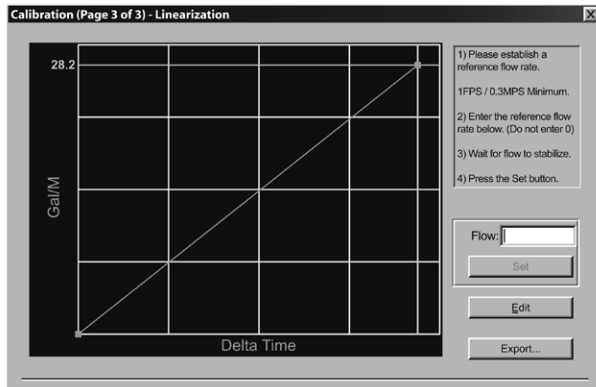

Fig. 15 - Calibration/taratura (pagina 3 di 3)
- 3) Nella schermata che apparirà, cliccare Next per due volte, per aprire la pagina 3 di 3, come illustrato in Fig. 15.
- 9) La procedura tornerà adesso alla schermata Calibration, pagina 3 di 3. Cliccare Finish (vedi Fig. 15).